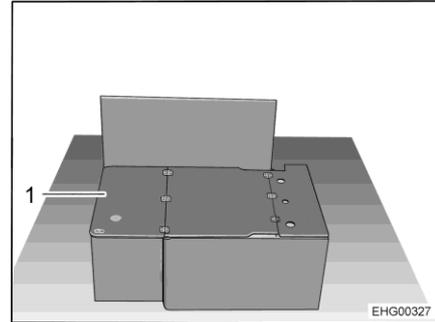

Fig. 20 Banco longitudinal sin cojines
- Abatir el tablón de soporte (Fig. 20,1) 180° y depositarlo en la tapa de baúl-banco.